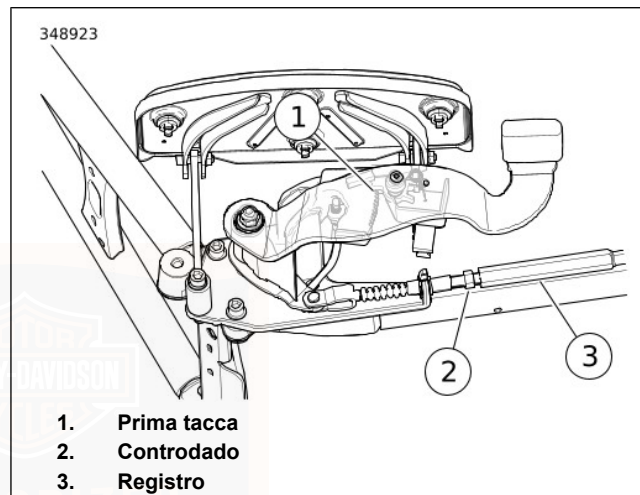

Figura 66. Registrazione del freno di stazionamento PNEUMATICI
3. Vedere Figura 66. Tirare indietro la protezione. Allentare il controdado.